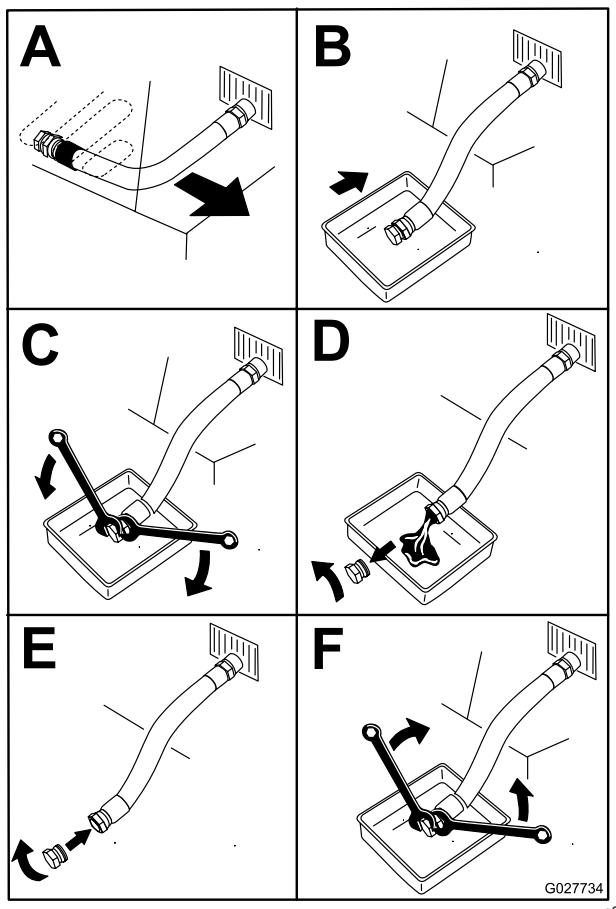

Figure 49
4. Avant de quitter la position d'utilisation, coupez le moteur, enlevez la clé de contact et attendez l'arrêt complet de toutes les pièces mobiles (Figure 49).